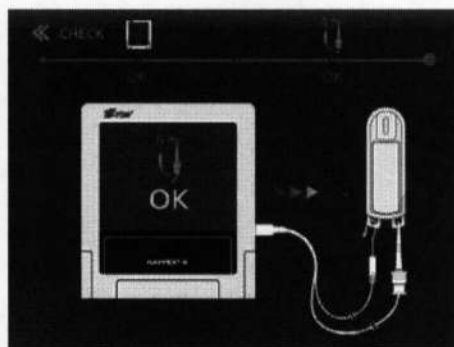
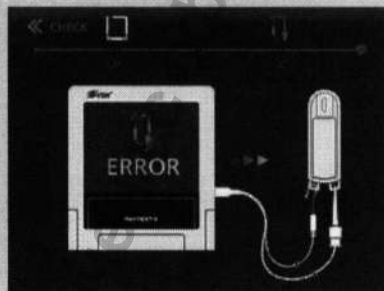

Рис. 34. Принадлежности в порядке
Рис. 35. Принадлежности не в порядке
- Автоматически запускается контроль кабелей, и в качестве результата на дисплее появляется или OK (рис. 34), или ERROR (рис. 35).